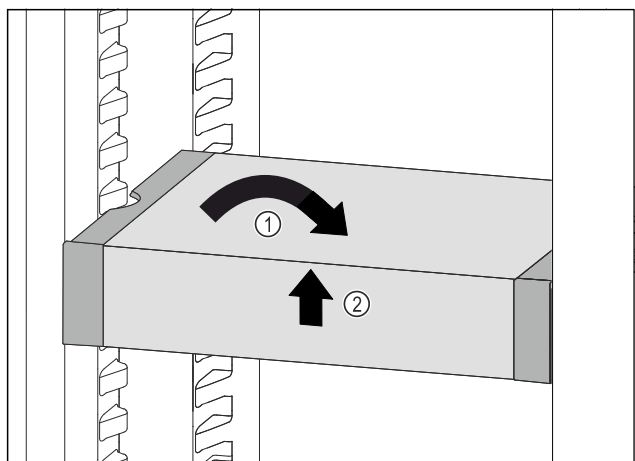

Fig. 93
- Coloque el VarioSafe en posición recta. Fig. 93 (1)
- Levante el VarioSafe por delante. Fig. 93 (2)